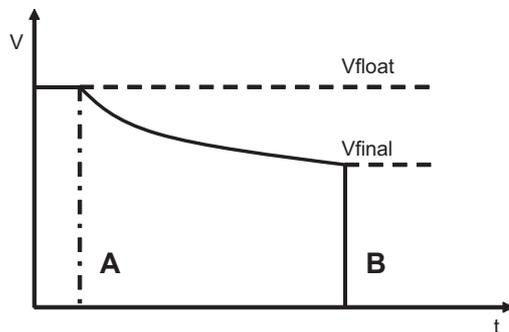

Bild 8.1 Entladen: Batteriespannung im Verhältnis zur Entladezeit
Ist die Versorgung über das Stromnetz (VAC) bei dem Akkuladegerät nicht gegeben, entlädt das Akkuladegerät die Batterie im Entladeprozess bis V_{final} . Bei V_{final} wird der Unterspannungsschutz aktiv: Das Akkuladegerät schaltet sich ab (Verriegelungsverhalten) und alle Ausgänge werden geschlossen. Siehe *Bild 8.1*.
- Über 12 A liefert das Akkuladegerät dem System 12 A. Die Batterie liefert den Rest und wird bis V_{final} entleert. Bei V_{final} wird der Unterspannungsschutz aktiv: Das Akkuladegerät schaltet sich ab (kein Verriegelungsverhalten) und alle Ausgänge werden geschlossen. Siehe Abbildung 8.1.